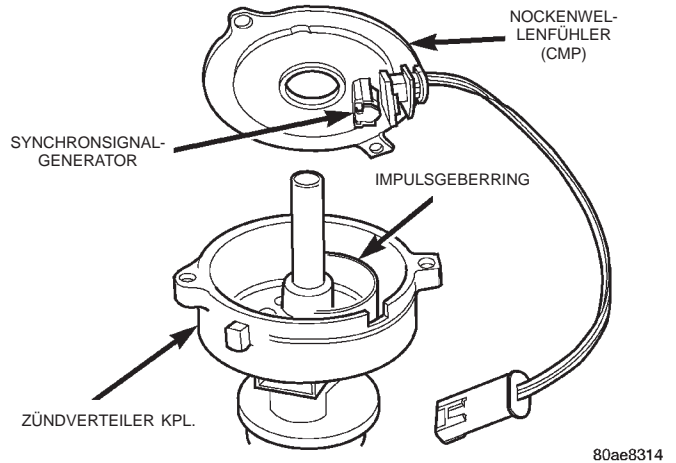

Abb. 32 Nockenwellenfühler (CMP) — Typisch (5.2L-/5.9L-Motoren dargestellt)
Der CMP-Fühler befindet sich bei allen Motoren im Zündverteiler (Abb. 32).
- (1) 5.2L-/5.9L-Motoren: Schlauch des Ansaugluftfilters am Drosselklappengehäuse abbauen.
- (2) Batterie-Minuskabel von der Batterie abklemmen.
- (3) Verteilerkappe vom Zündverteiler abbauen (zwei Schrauben lösen).
- (4) Steckverbinder des CMP-Fühlers vom Motorhauptkabelbaum abziehen.
- (5) Verteilerläufer von der Verteilerwelle abnehmen.
- (6) Den CMP-Fühler aus dem Gehäuse des Zündverteilers ziehen (Abb. 32).